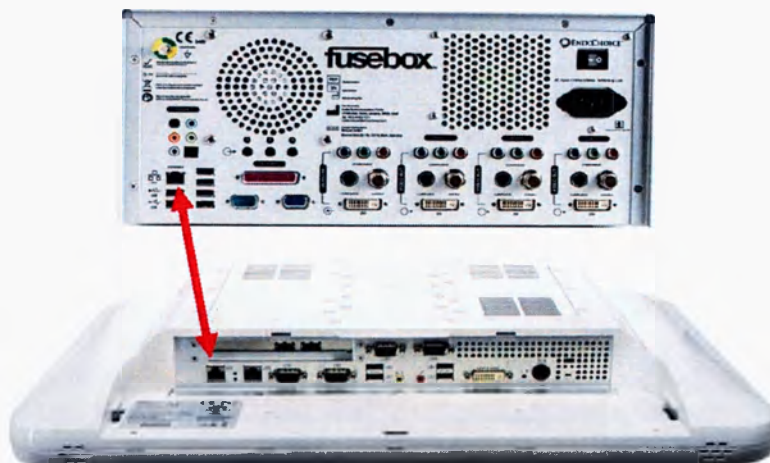

Рисунок 5
1. Наклоните FusePanel назад на основании так, чтобы была видна нижняя часть. Посмотрите на рисунок 5. Обратите внимание на расположение двух Ethernet-портов. *Подключение выполняется в точности, как показано на рисунке 5, в противном случае некоторые функции (запись изображений, запись видео и таймер) могут быть нарушены.*